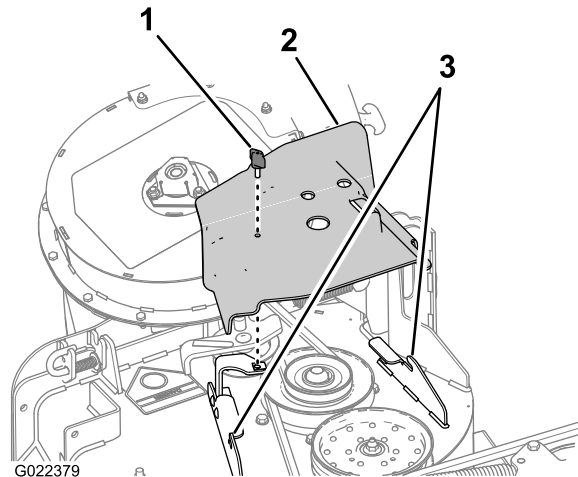

Figure 4
1. Retirez la vis à oreilles qui fixe le couvercle de courroie (Figure 4).
2. Déplacez le couvercle vers l'extérieur jusqu'à ce que le bord passe les crochets dans les brides du plateau (Figure 4).